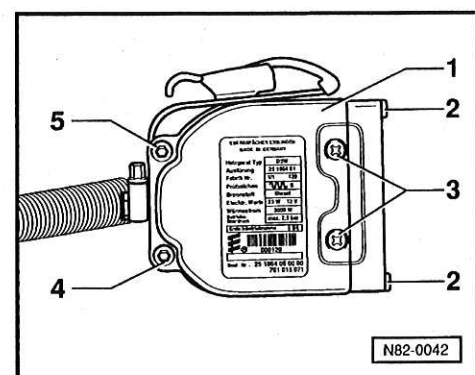

Fig. 1 Appareil de commande -J162-: dépose
- Déposer l'appareil de commande ⇒ fig. 1.
- Retirer le cache ⇒ page 11, pos. 14.